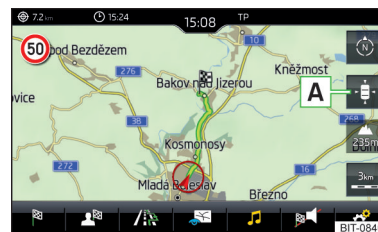

Abb. 198
► Zur **Kartenzentrierung** die Funktionsfläche **A** » Abb. 198 antippen.